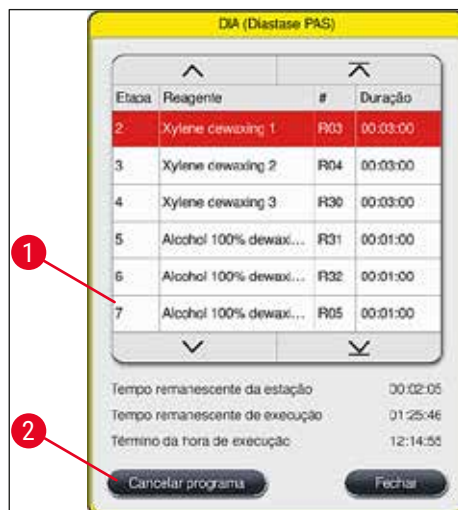

Fig. 92
2. Surge uma lista de etapas do programa (→ "Fig. 92"); a etapa atual é destacada em vermelho (→ "Fig. 92-1").